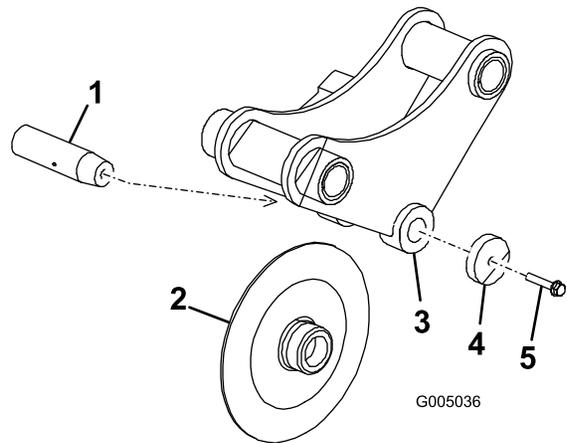

图 16
3. 退回犁刀销螺丝大约 1.3cm 然后用锤子敲击几次以松开销钉图 16。
4. 完全拆下犁刀销螺丝、垫圈、犁刀和犁刀销图 16。
5. 将新犁刀放入犁刀支架图 16。
6. 将犁刀销穿过支架和犁刀并用犁刀销螺丝和垫圈进行固定图 16。